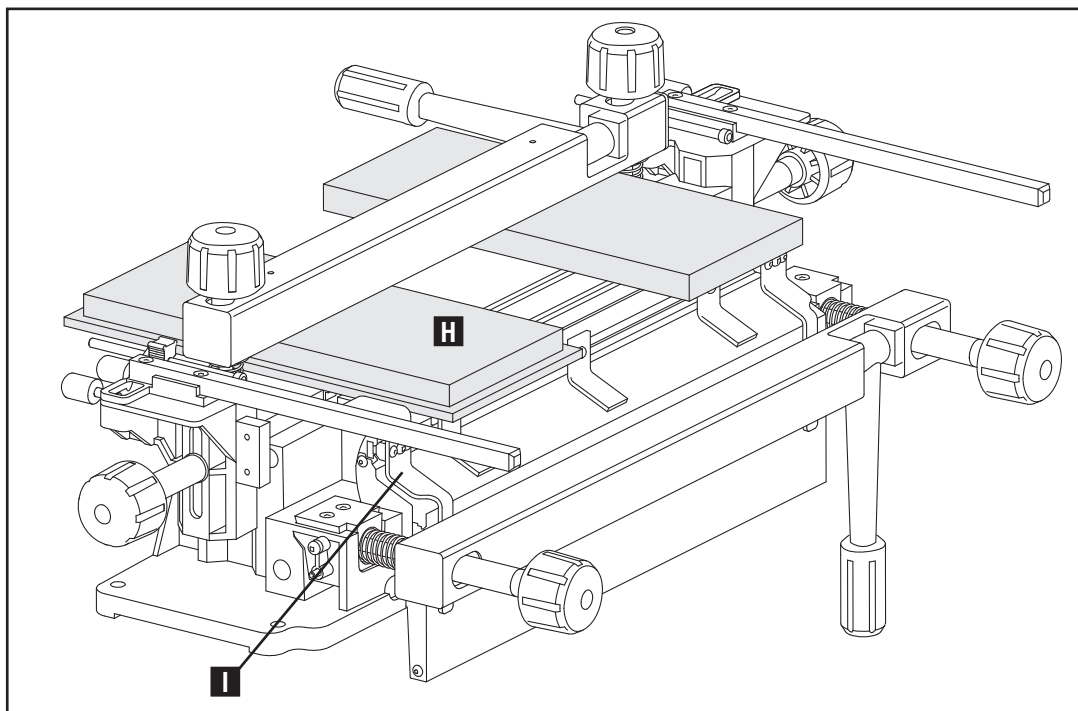

Fig. G4
1. Immobilisez la planche-goujon rainurée avec un étau (tiroir frontal) (H), Fig. G4, dans la position horizontale avec la « surface extérieure » contre la base du gabarit de montage. Assurez-vous que la planche est affleurant au rebord du guide (I).